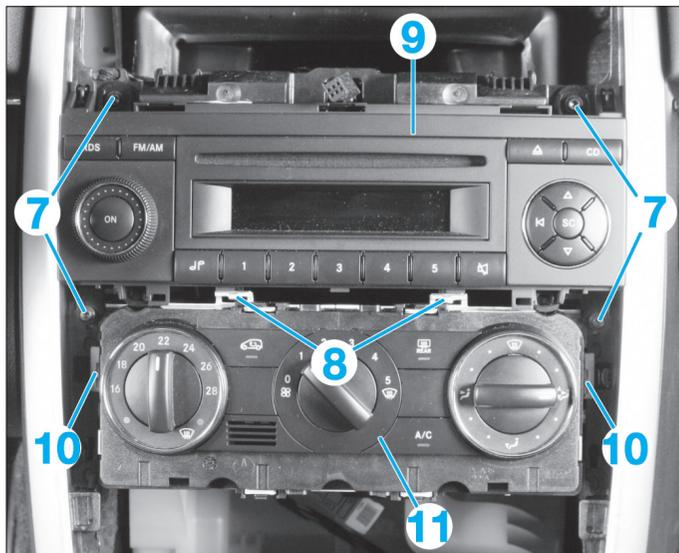

FIG. 25
- Déposer les vis (7), agir sur les verrous (8) et extraire l'autoradio (9) vers l'arrière (Fig.25).